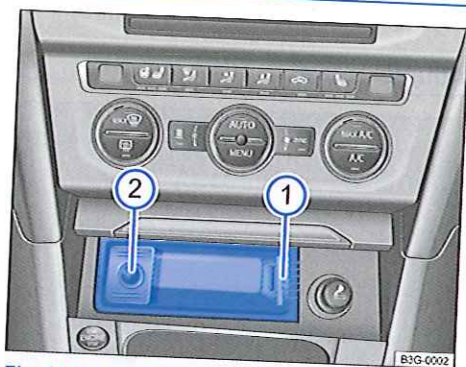

Fig. 136 Dans la console centrale avant : retrait du cendrier ① et éteignoir ②.
- Retirez l'insert de cendrier vers le haut en le saisissant sur le côté ⇒ fig. 136 ①.